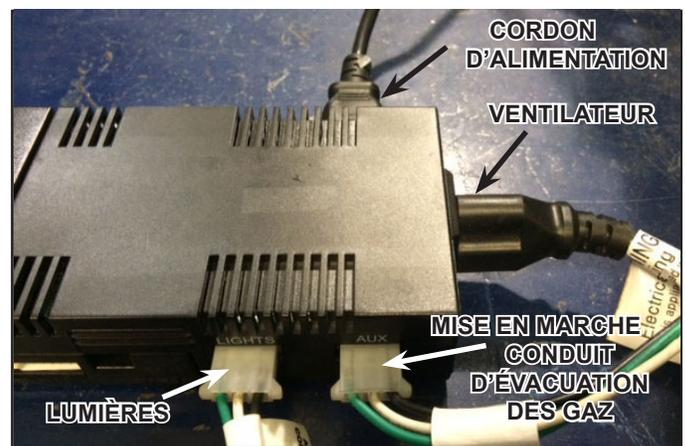

Figure 4. Connexion du ventilateur, lumières et évent mécanisé
- Pour brancher un ensemble de ventilateur au IFT-ACM, insérez les trois broches mâles de la prise du ventilateur dans la prise située à la droite du IFT-ACM. Voir la figure 4.
- Pour brancher un ensemble d'éclairage au IFT-ACM, retirez le bouchon protecteur en caoutchouc étiqueté « LIGHTS » et branchez le cordon femelle fourni avec l'ensemble d'éclairage dans les trois broches mâles sur l'IFT-ACM. Voir la figure 4.
- Pour brancher un ensemble d'évent mécanisé au IFT-ACM, retirez le bouchon protecteur en caoutchouc étiqueté « AUX » et branchez le cordon femelle fourni avec l'ensemble d'évent mécanisé dans les trois broches mâles sur l'IFT-ACM. Voir la figure 4.
8. Branchez l'extrémité femelle du cordon d'alimentation fourni dans l'ensemble, dans le IFT-ACM. Veillez à ce que le cordon d'alimentation soit solidement inséré dans le IFT-ACM. Branchez la prise à trois broches mâles dans la boîte de jonction de l'appareil. Vérifiez que la boîte de jonction est bien alimentée. Voir la figure 4.